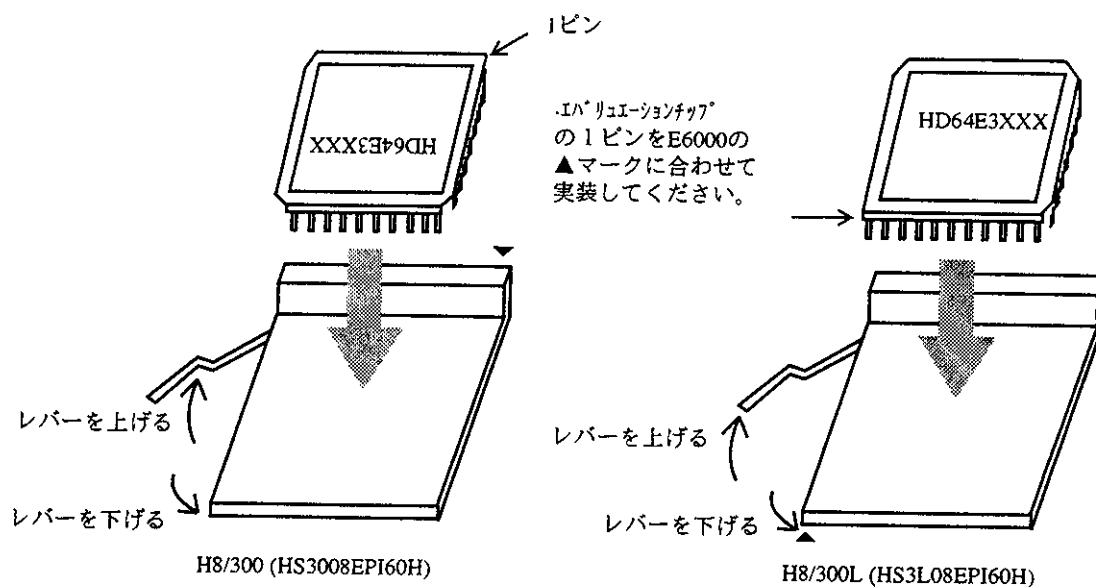

図 2-1エミュレーションチップの実装方法
- (1)E6000エミュレータの電源をオフにしACアダプタをACコンセントから取り外してください。
- (2)E6000エミュレータ側面のネジ4箇所を外しカバーをあげてください。
- (3)図2-1に従いICソケットのレバーを上げ、エミュレーションチップを挿入します。エミュレーションチップの1ピンをE6000エミュレータの▲マークに合わせて実装してください。